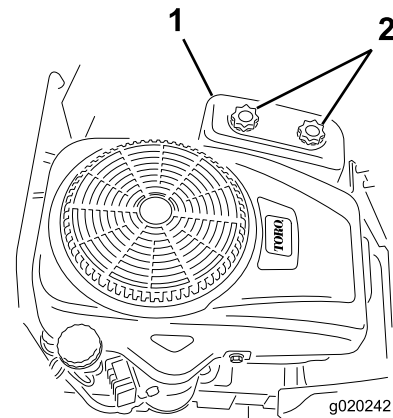

Bild 35
3. Schrauben Sie die zwei Handräder ab, um die Luftfilterabdeckung abzunehmen (**Bild 35**).
3. Setzen Sie die Luftfilterabdeckung auf und ziehen Sie die zwei Handräder an (Bild 35).